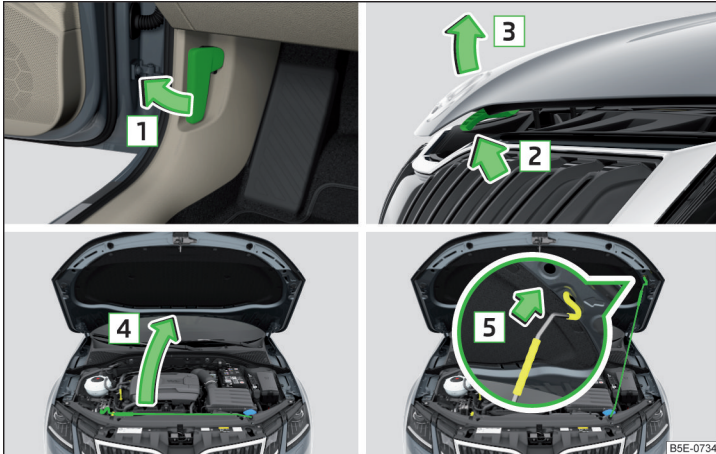

Abb. 315 Motorraumklappe öffnen
- › Die Vordertür öffnen und am Entriegelungshebel unterhalb der Schalttafel in Pfeilrichtung **1** ziehen » Abb. 315.